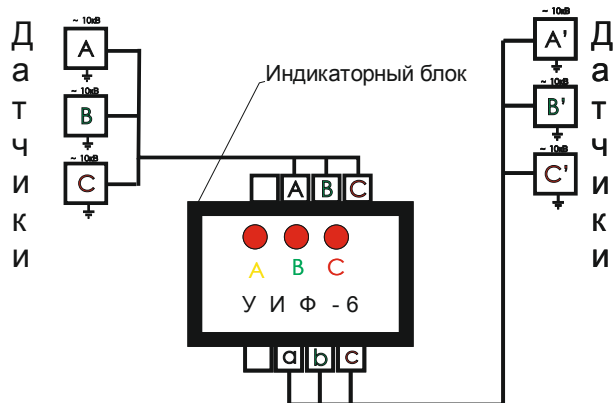

Рис. 3 Схема подключения индикаторного блока.
- 6.2. Присоединение датчиков к индикаторному блоку должно производиться после их окончательной установки, монтажным изолированным проводом сечением не менее 0,5 мм² в соответствии со схемой, приведенной на рис. 3.